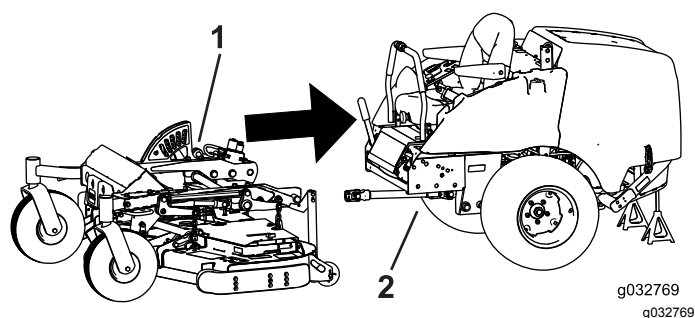

Bild 119
1. Fluchten Sie den Sommerahmen mit dem Maschinenrahmen aus und rollen ihn zurück (Bild 119).